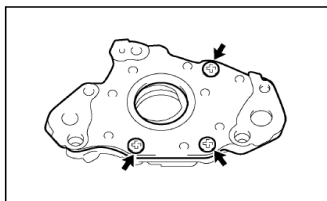

Рисунок II-128
2. Отверните 3 винта и снимите крышку насоса (см. Рисунок II-128).